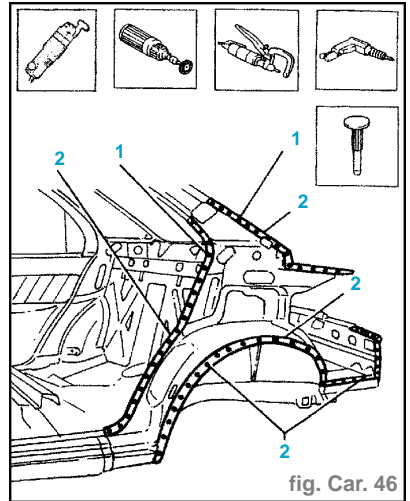

fig. Car. 46
- Utiliser la scie pneumatique en suivant les lignes de découpage hachurées en figure (2).
- Sections représentant les points les plus significatifs afin de permettre à l'opérateur de régler la position et la profondeur du découpage de manière à ne pas endommager les tôles qui se trouvent au-dessous (3).
- Utiliser la foreuse et émousser les points représentés en figure (4).
- Enlever l'aile AR (5).
- Utiliser l'émoussante et enlever les points de soudure mis en évidence en figure (1) (fig. Car. 46).